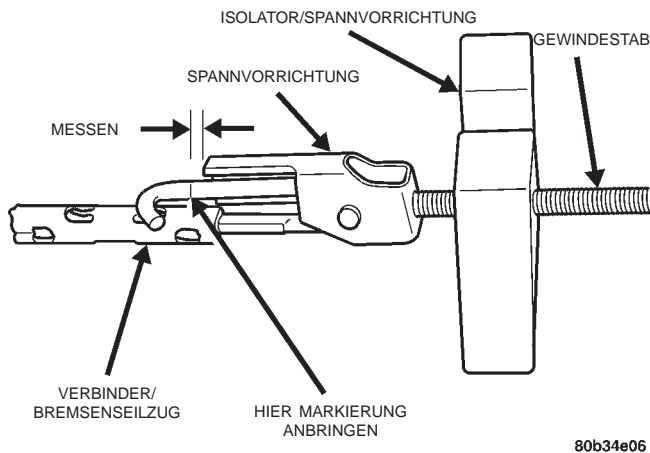

Abb. 90 Einstellmarkierung am Gewindestab—
(11) Fahrzeug wieder anheben.
(12) Am Gewindestab/Spannvorrichtung in einem Abstand von 6,35 mm (1/4 Zoll) von der Kante der Halterung/Spannvorrichtung eine Markierung anbringen (Abb. 90).
(13) Einstellmutter an der Ausgleichsvorrichtung anziehen, bis die Markierung am Gewindestab der Spannvorrichtung exakt auf die Kante der Halterung der Spannvorrichtung ausgerichtet ist.